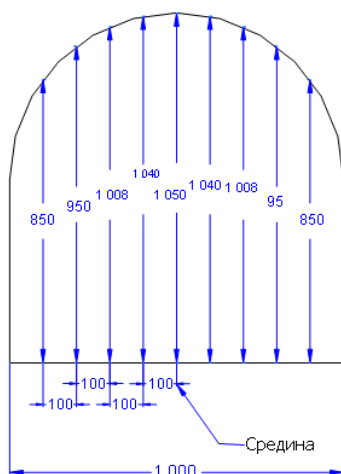

Рис. 1
5. Получаем чертёж, подобный рис.1